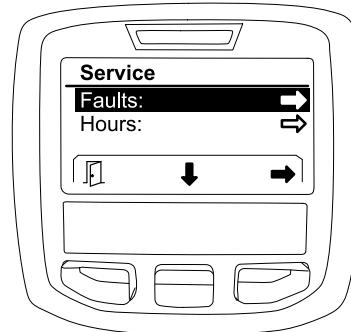

Figura 26
1. Utilice el botón de selección central para desplazarse hasta la opción FAULTS (Fallos) y, a continuación, pulse el botón de selección derecho para acceder a la pantalla Faults (Fallos) (Figura 26).